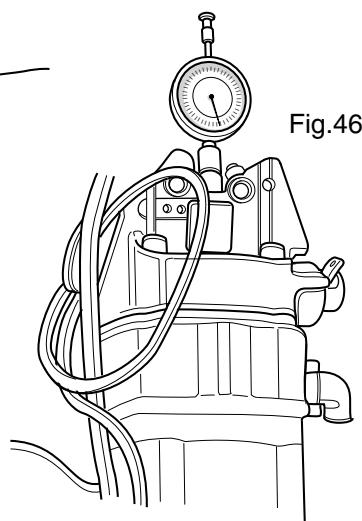

Fig.46
4. Dal P.M.S., con un comparatore inserito nel foro candela (Fig.46), ruotare il rotore in senso antiorario fino a che la spina inserita va a fondo (posizione di allineamento fra rotore e statore). In tale posizione il pistone deve essere sceso di **8 mm.** dal P.M.S. (tale controllo avviene leggendo il comparatore).
4. From the P. M. S., with a inserted comparator in candle court (Fig. 46), rotate counterclockwise the rotor until that inserted pin goes at bottom (position of alignment between rotor and stator). In such position the piston has to descend of **8 mm** from the P. M. S. (check reading the comparator).
4. Par comparateur inséré dans le trou bougie (fig.46) faire tourner le rotor du point mort haut en sens contraire aux aiguilles d'une montre de sorte que la cheville soit à fond (alignement entre rotor et stator): le piston doit être **8 mm**. dessus le point mort haut (lire la valeur sur le comparateur).